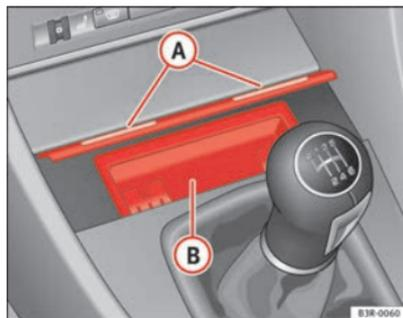

Abb. 133 Mittelkonsole:
- Tippen Sie den Aschenbecher an der Frontleiste (A) ⇒ Abb. 133 an.
- Fassen Sie den Aschereinsatz (B) ⇒ Abb. 133 an den seitlichen Griffmulden an und ziehen Sie ihn nach oben heraus.